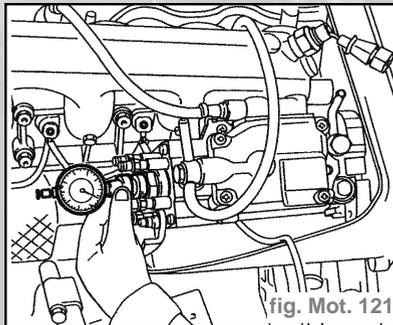

fig. Mot. 121
- Faire tourner le moteur dans le sens contraire de rotation jusqu'à ce que le piston distributeur de la pompe atteigne le P.M.B. indiqué par le comparateur. Dans cette position, mettre le comparateur à zéro (fig. Mot. 121).